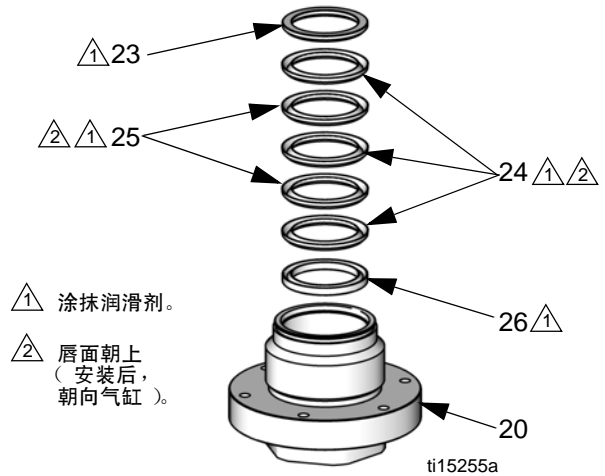

图 10. 喉部 V 型衬垫
12. **V 型衬垫型号：**卸下封头（23、26）、喉部衬垫（24、25）和弹簧（22）。参见图 10，第 14 页。